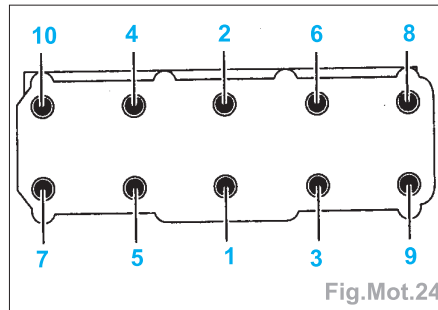

Fig.Mot.24
- Serrer la culasse en quatre passes dans l'ordre indiqué, en procédant comme suit (Fig.Mot.24) :